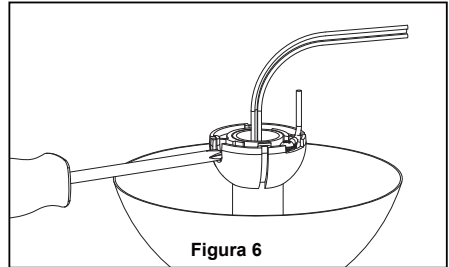

Figura 6
- ☐ 6. Vuelva a colocar la semiesfera en el barral como se indica a continuación. Pase los cables de rojo, gris y amarillo a través de la semiesfera. Pase el pasador a través de los dos orificios en el barral y alinee la semiesfera de modo que el pasador quede atrapado en la ranura de la parte superior de la misma. Empuje la semiesfera hacia arriba, bien ajustada contra el pasador. Ajuste firmemente el tornillo de fijación en la semiesfera. Si el tornillo de fijación está flojo, podría provocar oscilación del ventilador. (Figura 6)